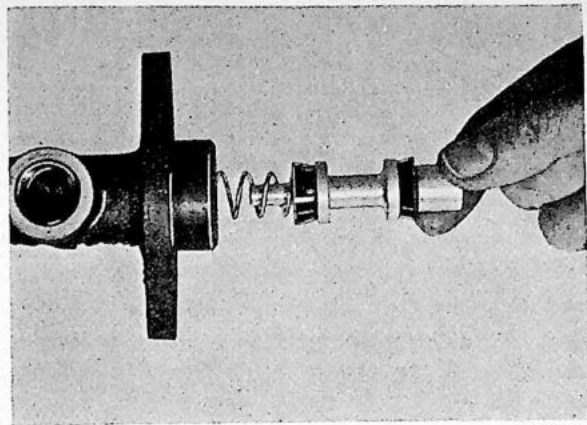

Fig. 5-40. Het monteren van de sekundaire zuiger
Schuif de veer (19) op de sekundaire zuiger (3) en monteer de zuiger; zie Fig. 5-40.